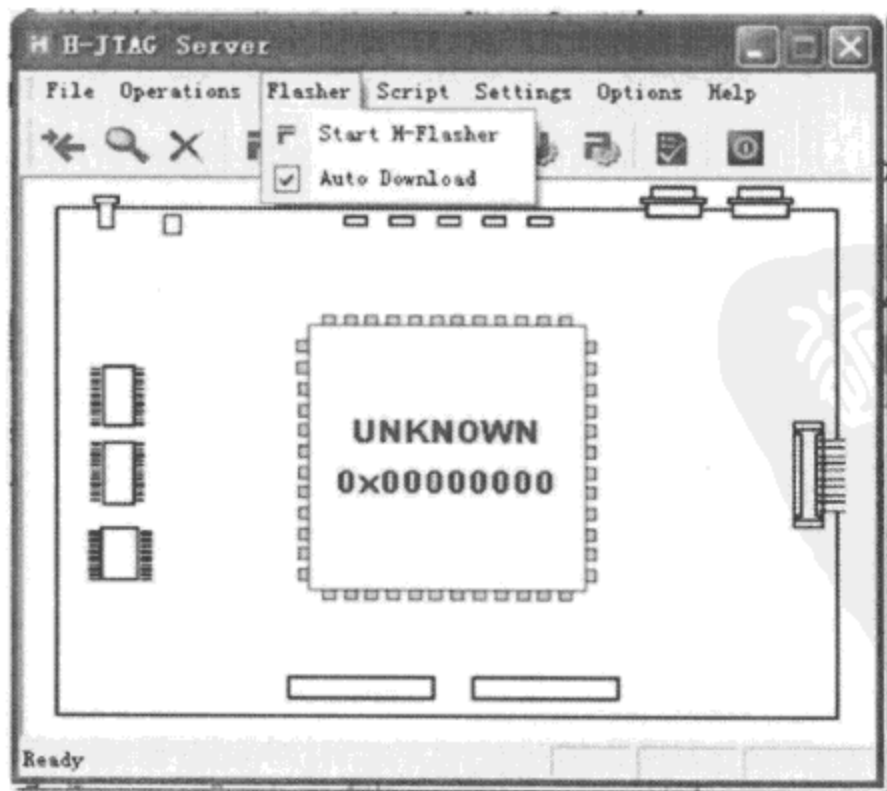

图 2-15 设置 H-Flasher 自动下载程序
(5) 设置自动下载程序到 Nor Flash。如图 2-15 所示,单击 Flasher,点选 Auto Download 单选按钮。